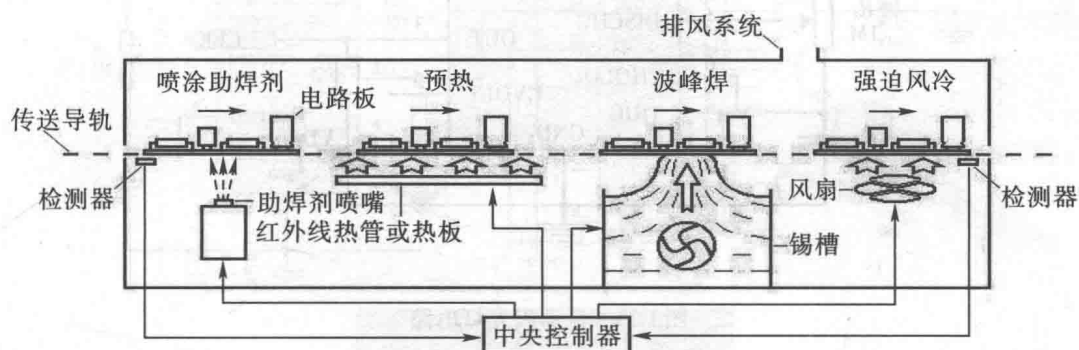

图 1.21 波峰焊技术示意
①电烙铁,一般应选内热式 20~35W 恒温 230℃ 的烙铁,但温度不要超过 300℃ 的为宜。接地线应保证接触良好。一般电烙铁的工作电压是 220V,使用时一定要注意安全。发现烙铁头松动要及时紧固;不准甩动使用中的电烙铁,以免焊锡溅出伤人。如果长时间不适用,将烙铁电源关闭。
②焊接时间在保证润湿的前提下,尽可能短,一般不超过 3s。
③耐热性差的元器件应使用工具辅助散热。如微型开关、CMOS 集成电路、瓷片电容、发光二极管、中周等元件,焊接前一定要处理好焊点,施焊时注意控制加热时间,焊接一定要快。还要适当采用辅助散热措施,以避免过热失效。
④集成电路若不使用插座,直接焊到印制板上,安全焊接顺序为:地端→输出端→电源端→输入端。
⑤焊接时应防止邻近元器件、印制板等受到过热影响,对热敏元器件要采取必要的散热措施。
⑥焊接时绝缘材料不允许出现烫伤、烧焦、变形、裂痕等现象。
⑦焊接完毕,必须及时对板面进行彻底清洗,以便残留焊剂、油污和灰尘等。
(6)现代焊接工艺。随着技术的发展和电路设计对焊接工艺的要求的增加,现代焊接工艺有了更广泛的应用。主要有:①波峰焊技术(见图1.21);②表面安装技术(SMT);③微电子组装技术(MPT)。